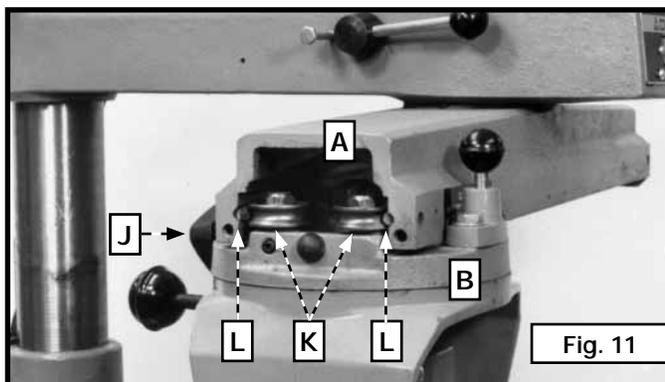

Fig. 11
8. Soulever l'ensemble de la tête de coupe (B) fig. 11. Insérer les roulements à roulement (K) dans l'ensemble du bras sur rail.
**REMARQUE :** S'assurer que les roulements à roulement (K) roulent sur les tiges de guidage (L). Insérer l'ensemble de la tête de coupe (B) fig. 11, dans l'ensemble du bras sur rail (A). Serrer la pince de la tête de coupe (J) fig. 11.